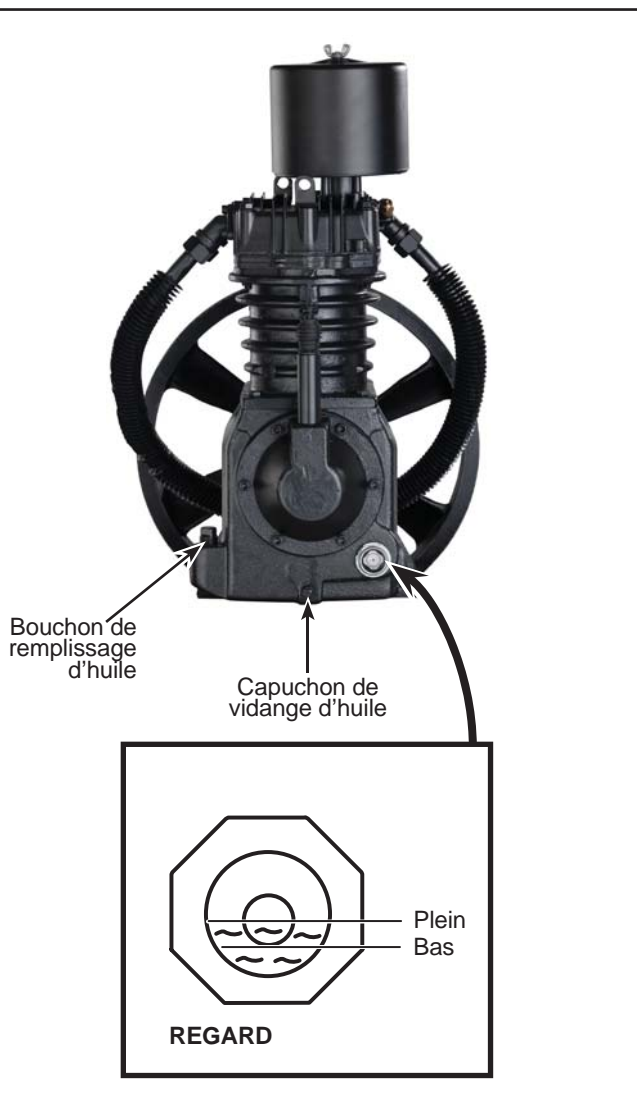

Figure 10- Graissage
**⚠ ATTENTION** **CE MODÈLE NE CONTIENT PAS D'HUILE.** Avant d'utiliser le compresseur. Remplir au centre de la jauge visuelle (voir la figure 10).
Remplir la pompe d'huile au centre de la jauge visuelle en utilisant l'ouverture de remplissage d'huile (voir la figure 10). **NE PAS remplir la pompe jusqu'à l'ouverture du bouchon de reniflard, car ceci pourrait mener à une fuite d'huile et une pulvérisation vers l'extérieur durant l'utilisation.**